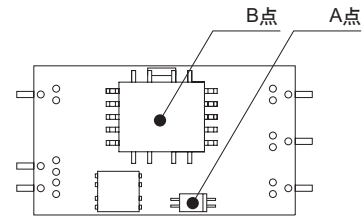

图8.11 强制风冷时的温度测量点
①SU6
■强制风冷时，应充分通风，确保图8.11中A点的温度不超过95°C、B点的温度不超过115°C。